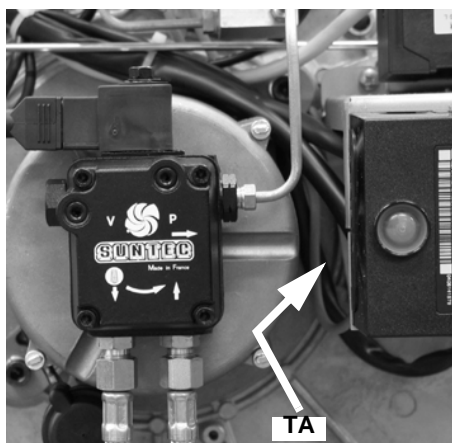
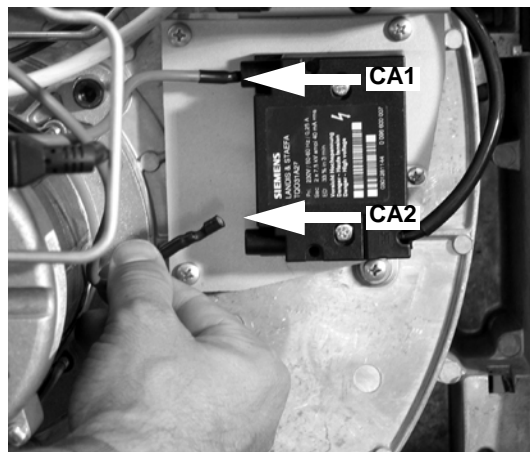

Рис. 47
Рис. 48
- Вынуть кабели запального электрода CA1 и CA2 с трансформатора ТА (Рис. 47 - Рис. 48).